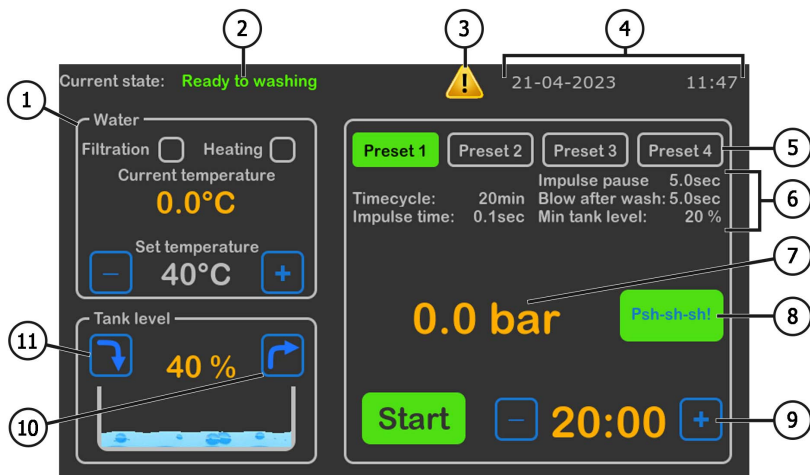

Рисунок 5
Управление модулем MS900B осуществляется из меню рис. 5.
- у модуля MS900B заполнить бак чистой водой на 60-70%. Управление процессом заполнения воды в баке осуществляется в меню см. поз. 10 рис. 5.
- Подключите фильтр к шлангам модуля MS900B, сторона подключения значения не имеет. В меню модуля MS900B выберите подходящие для фильтра параметры промывки см. 5 рис. 5 или задайте необходимые. Кнопкой «**Start**» запустите процесс промывки. В случае необходимости процесс можно прервать или продлить в любой момент.
- 1) Замена трёх полипропиленовых фильтров ВВ20 (5-20 мкм) (см. поз. 5 рис. 1), в среднем после 3 – 4 промытых сажевых фильтров. Состояние степени засорения оценивается по величине падения давления см. поз. 7 рис. 5.